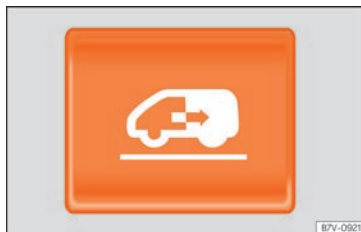

Fig. 137 Sul cruscotto, sulla chiave del veicolo e sul rivestimento interno della porta scorrevole: tasto per aprire e chiudere una porta scorrevole elettrica.
Apertura elettrica di una porta scorrevole.	Premere il tasto » fig. 137 sul cruscotto, sulla chiave del veicolo e sul rivestimento interno della porta scorrevole. La porta scorrevole si apre con il limitatore di forza se non si preme di nuovo il tasto.
Chiusura elettrica della porta scorrevole.	Premere il tasto » fig. 137 sul cruscotto, sulla chiave del veicolo e sul rivestimento interno della porta scorrevole. La porta scorrevole si chiude con il limitatore di forza se non si preme di nuovo il tasto. Quando si chiude, si sente un segnale acustico di avvertimento.
- Premere il tasto  » » » **fig. 137** e mantenerlo premuto. **La porta scorrevole si chiude con tutta la sua forza!**